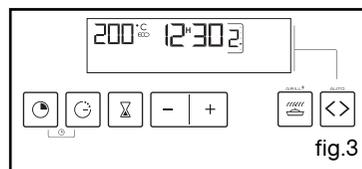

fig.3
- 0:00 et la durée clignotent (fig.3).
Exemple : position "ECO" -> gradins 1 ou 2 conseillés (fig.3).